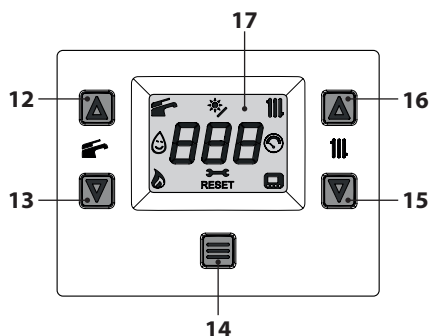
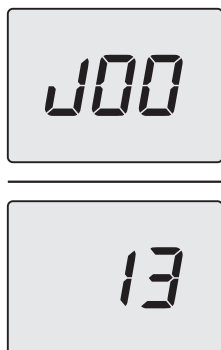

Figura 3.9
Figura 3.10
Para entrar en la modalidad INFO, mantenga pulsados simultáneamente los botones 15 y 16 (Figura 3.9) hasta que aparezca en el display el índice "**J00**" alternado con el valor del parámetro (Figura 3.10).
- mantener pulsados simultáneamente los botones 13 y 15 durante 5 s (Figura 3.9) (salta un nivel).
Para restablecer el funcionamiento normal de la caldera, basta pulsar el botón 14 (Figura 3.9).